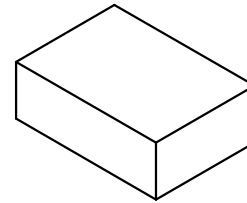

图3 内盒包装
- 2: 如图3, 每内盒装5小袋, 装盒后贴上物料标签, 数量为5X100pcs。